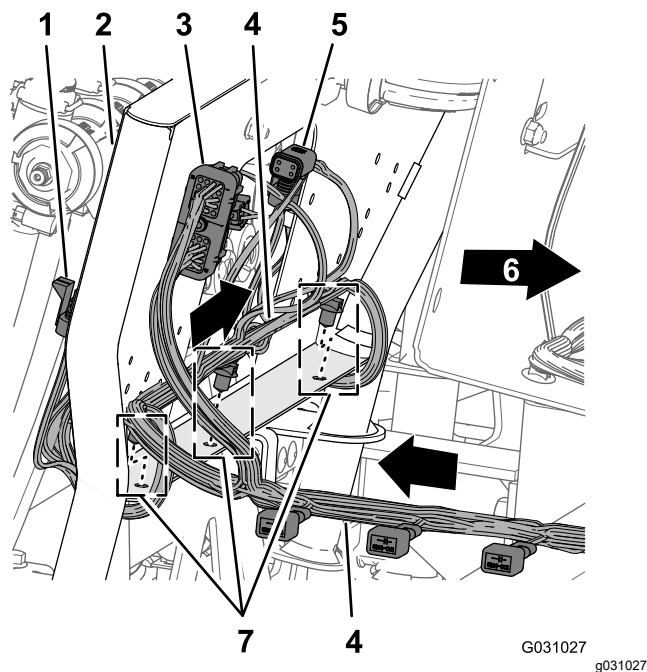

Рисунок 99
1. Проложите ответвление жгута проводов длиной 203 см через заднюю часть опоры крепления 10 клапанов так, чтобы 10 разъемов для клапанов сопел были направлены назад и находились под клапанами (Рисунок 99).
нижнего фланца опоры крепления 10 клапанов (Рисунок 99).